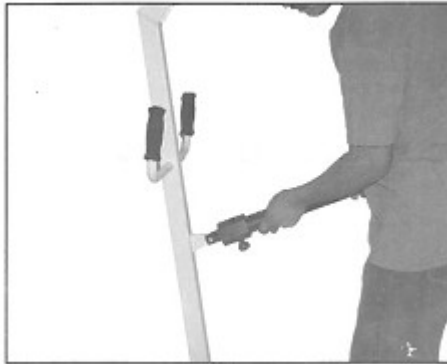

Рисунок 5
3.8. Поднимите верхнюю перекладину. Совместите основание гидравлического насоса или электропривода с треугольной монтажной пластиной, приваренной к центральной части вертикальной стойки (Рисунок 5).